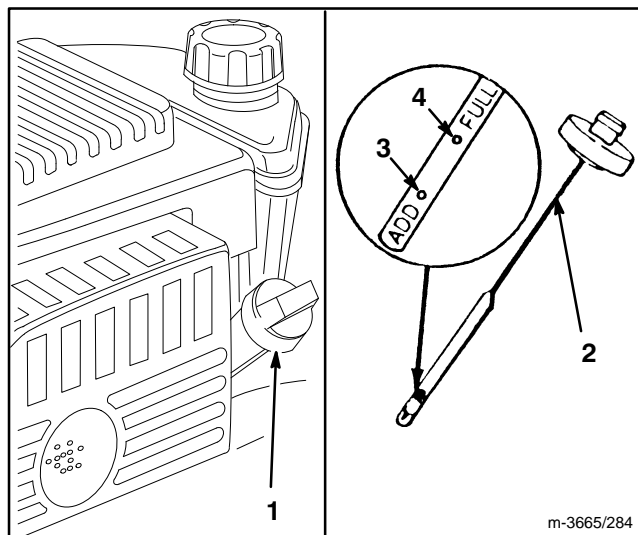

Abbildung 7
Das Kurbelgehäuse mit Öl vom Typ SAE 30 oder 10W30 füllen, bis der Ölstand die Markierung VOLL auf dem Meßstab erreicht (siehe Abb. 7). Das Kurbelgehäuse faßt maximal 0,65 Liter Öl. Verwenden Sie qualitativ hochwertige Öle, die den API (American Petroleum Institute) Normen SF, SG, SH oder SJ entsprechen.
Vor jedem Gebrauch sicherstellen, daß sich der Ölstand zwischen VOLL und NACHFÜLLEN befindet (Abb. 7). Öl nachfüllen, falls der Ölstand zu niedrig ist.
3. Den Ölmeßstab abwischen und in den Einfüllstutzen stecken. Die Verschlusskappe um eine Vierteldrehung drehen. Den Meßstab wieder herausziehen und den Ölstand prüfen (Abb. 7). Ist der Ölstand niedrig, den Ölstand nur bis zur VOLL-Markierung auffüllen. **NICHT ÜBER DIE VOLL-MARKIERUNG ANFÜLLEN, DENN DER MOTOR KÖNNTE BEIM STARTEN BESCHÄDIGT WERDEN; ÖL LANGSAM EINFÜLLEN.**
1. **ÖLSTAND PRÜFEN** — Ölstand, wie auf dem Ölmeßstab gezeigt, zwischen VOLL und NACHFÜLLEN halten (Abb. 7).